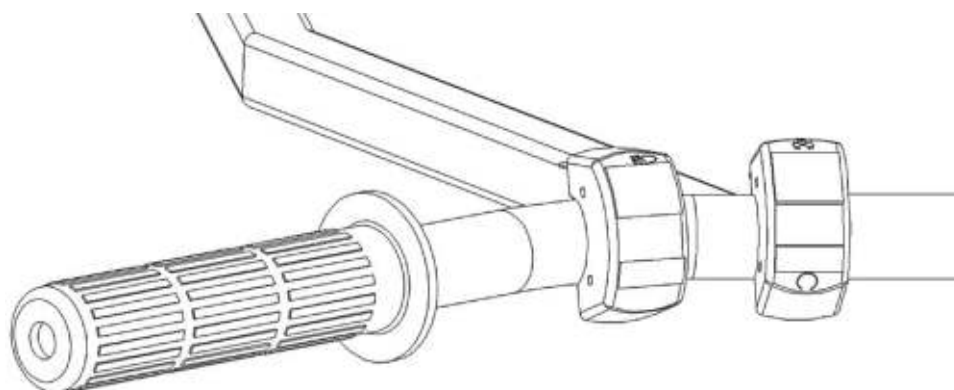

Рис. 7. Выключатель зажигания и тумблер включения фары
1) Заменить масло в двигателе на масло с более низкой вязкостью, по классификации SAE: 5W-30, 5W-40, 0W-30, 0W-40, Для подбора масла можно воспользоваться рис. 7, где показаны температурные диапазоны работоспособности всесезонных зимних масел. Подберите масло с диапазоном температур наиболее подходящих для вашей местности.
- внутреннюю сторону тарелок, где ходят грузики по направляющей, протереть ветошью с графитной смазкой, затем вытереть насухо (см. рис. 7).